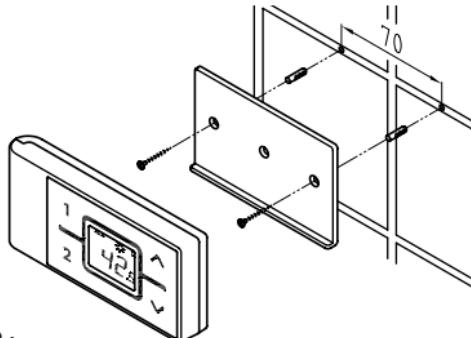

Figure 2 :
- Le support mural de la radiocommande peut, au choix, soit être collé sur un support fixe (par exemple du carrelage) avec les deux bandes adhésives après avoir retiré le film protecteur (figure A), soit fixé au mur avec des chevilles et des vis appropriées (\varnothing 4 mm) (figure 2).